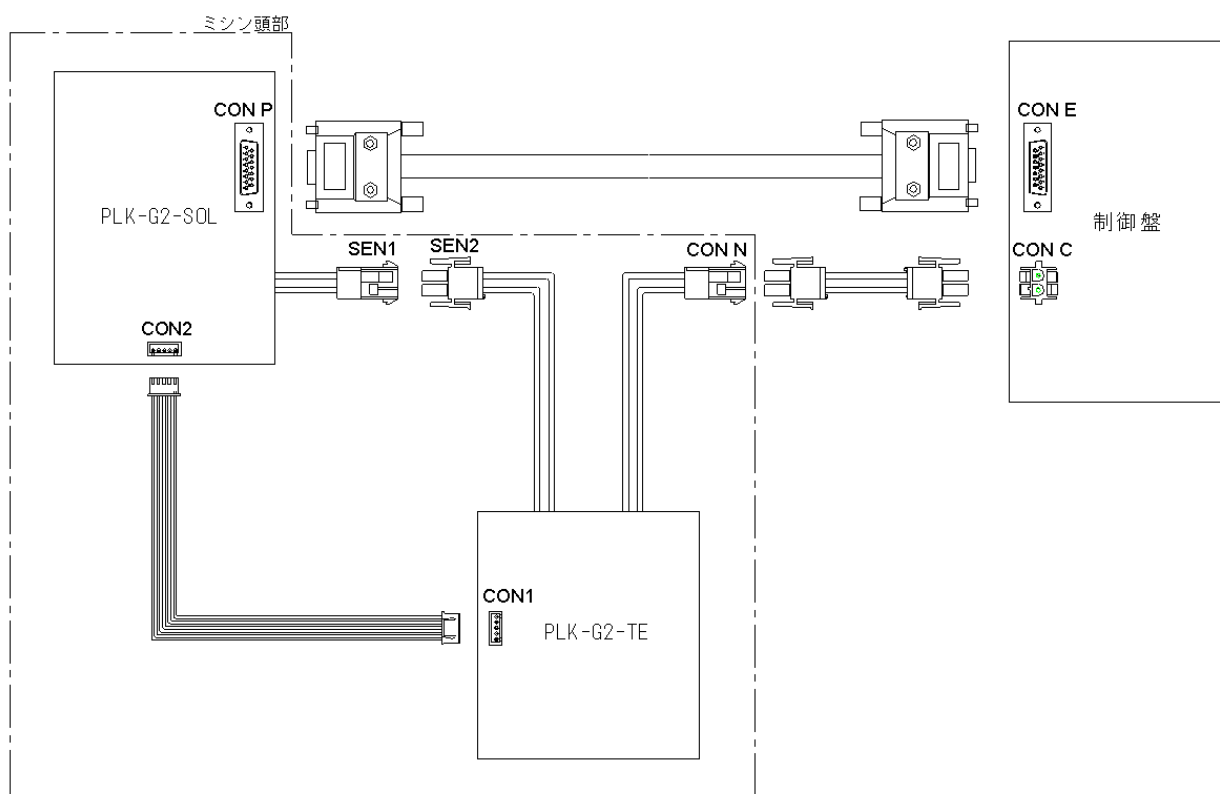

図 2
- (7) Fig.No.102 コネクタ取付板に図 2 に示す I/O 拡張ユニットのコネクタ「CON N」をはめます。